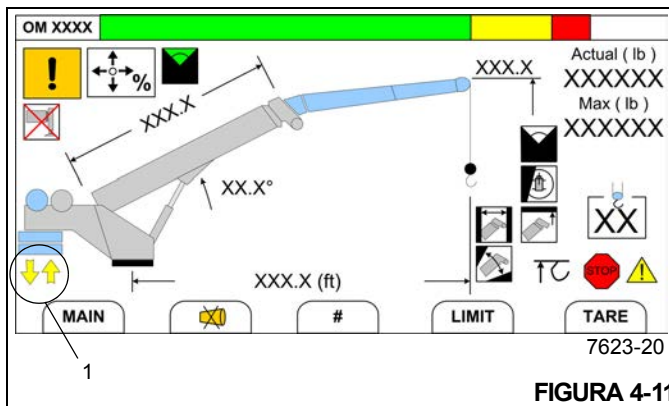

FIGURA 4-11
3. Fije la pantalla en la consola del operador en la pantalla de modo de funcionamiento del RCL (Figura 4-11) (vea la *Sección 7, Limitador de capacidad nominal*).
4. Mientras observa la pantalla, gire la superestructura hasta que el indicador de posición de giro de retiro de contrapeso (flechas amarillas) (1, Figura 4-11) aparezca en la pantalla, lo que indica que la parte trasera de la superestructura está casi encima del contrapeso retirable almacenado en la plataforma del vehículo.
4. Mientras observa la pantalla, gire la superestructura hasta que el indicador de posición de giro de retiro de contrapeso (flechas amarillas) (1, Figura 4-11) aparezca en la pantalla, lo que indica que la parte trasera de la superestructura está casi encima de la zona de almacenamiento del contrapeso en la plataforma del vehículo.